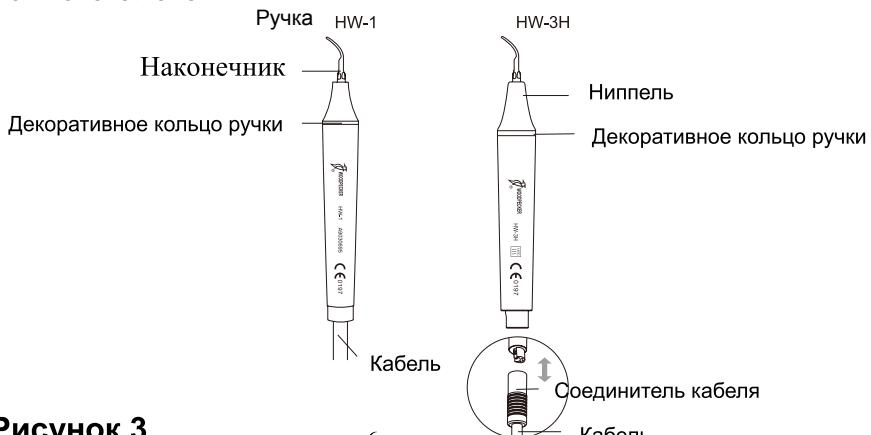

Рисунок 3
2.2.2 Инструкция к основным компонентам съемной ручки (UDS-N1) (рисунок 3):